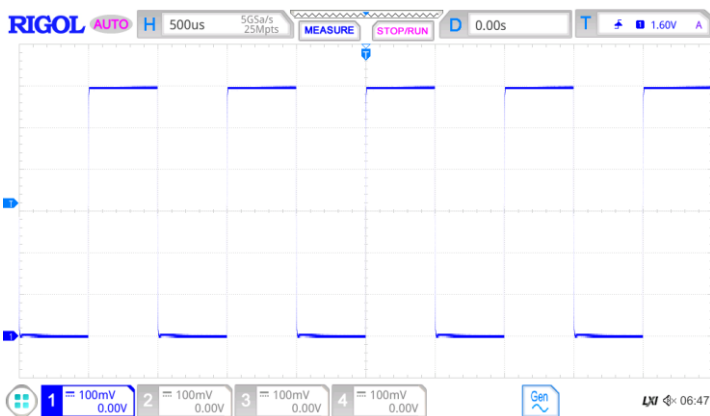

图 9 方波信号
5. 观察示波器外接显示屏上的波形，正常情况下应显示图 9 所示的方波信号。